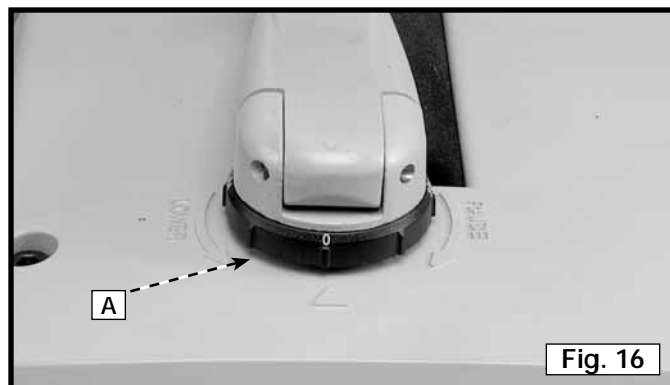

Fig. 16
La poignée de réglage de la tête de coupe comprend un anneau de réglage (A) fig. 16. Utiliser l'anneau de réglage pour effectuer des réglages fins :